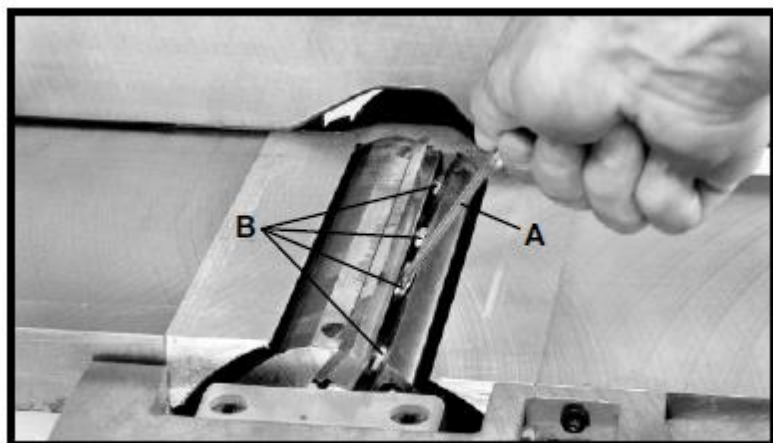

Рис. 46
2. Ключом (А), рис. 46, слегка ослабить четыре прижимных винта (В) в каждом ножевом пазу, вращая винты (В) по часовой стрелке. Ослабить далее винты (В), рис. 46, и снять нож и прижимную планку.
7. Продвинуть нож вниз как можно дальше и вращать каждый винт (В), рис. 46, против часовой стрелки достаточно для того, чтобы удерживать нож на своём месте. Поставить на место остальные два ножа тем же способа.
13. Вращать режущий вал рукой до тех пор, пока нож не будет в высшей точке на каждом конце режущего вала. Для подъёма ножа воспользоваться ключом (E), рис. 20, и поворачивать подъёмный винт по часовой стрелке до тех пор, пока нож слегка не коснётся поверочной линейки (J) на каждом конце и по центру режущего вала при нахождении ножа в своей высшей точке. Если нож отрегулирован правильно, затянуть четыре прижимных винта (B), рис. 46, вращая их против часовой стрелки.